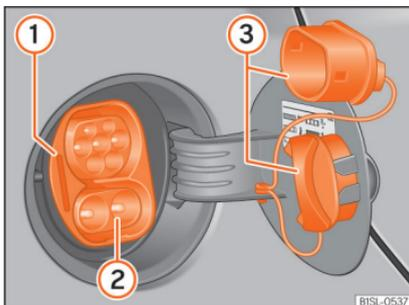

Abb. 153 Hinter der Batterieklappe: Ladedose (Prinzipdarstellung).
Legende zu **Abb. 153**
- Drücken Sie bei entriegeltem Fahrzeug auf die Batterieklappe im Seitenteil, um diese zu öffnen **» Abb. 153**.
- Nehmen Sie die beiden Schutzkappen von der Ladedose ab **» Abb. 153 ③**. Zum Lösen der unteren Schutzkappe muss zuerst die obere Kappe abgenommen werden.
- Stecken Sie den Ladestecker in die Ladedose **» Abb. 153 ②**.
Während des Ladevorgangs blinkt die Ladungsvergängeranzeige **» Abb. 153 ①** grün. Im Kombi-Instrument blinkt die Kontrollleuchte gelb. Ladestecker nicht abziehen.
- Stecken Sie die Schutzkappen an der Ladedose auf **» Abb. 153 ③**.